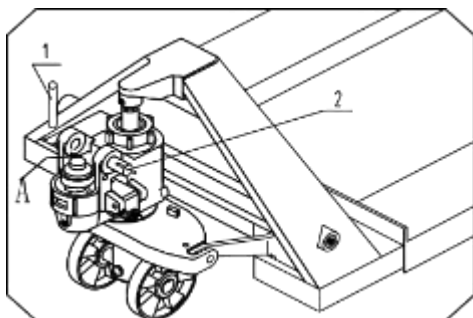

Рис.1
- См. Рис.1 Снимите пружинный палец (1) со штифта (2). Извлеките штифт (2).